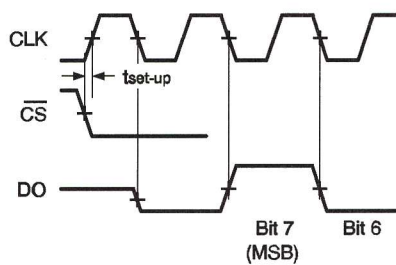

Fig 5 Chronogramme de réception des données émises par un ADC 0831
Comme le montre le chronogramme de la figure 5, le circuit dispose d'une ligne de validation du boîtier appelée CSbarre, qu'il faut mettre au niveau bas pour pouvoir dialoguer avec ce dernier et déclencher une conversion. Il suffit ensuite de lui fournir une horloge sur son entrée CLK pour récupérer les données sur sa sortie DO.
Connaissant la syntaxe de cette instruction et disposant des informations fournies par le chronogramme de la figure 5, on constate qu'il suffit d'une instruction pour lire les informations envoyées au Stamp par l'ADC 0831. En effet, en utilisant le schéma de la figure 4, nous pouvons écrire :
- la réception est à faire sur 9 bits. Pourquoi 9 bits nous direz-vous ? Tout simplement parce que nous avons vu, grâce au chronogramme de la figure 5, que chaque émission d'un mot de données était précédée d'un bit inutile. Même s'il ne sert à rien, il faut tout de même le recevoir car, si on déclarait une réception sur 8 bits, l'instruction SHIFTIN recevrait les 8 premiers bits émis par le circuit, c'est à dire le bit inutile suivi des 7 premiers bits de la donnée mais il manquerait le bit de poids faible. Pour nous débarrasser ensuite de ce